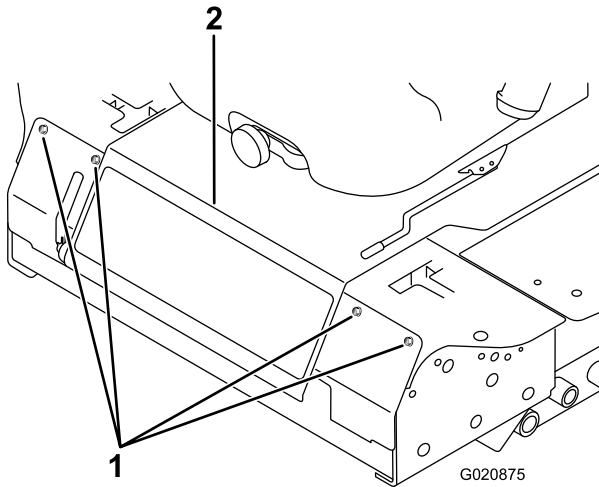

Bild 52
2. Nehmen Sie die Schrauben ab, mit denen die Frontplatte befestigt ist, und nehmen Sie sie ab (Bild 52).